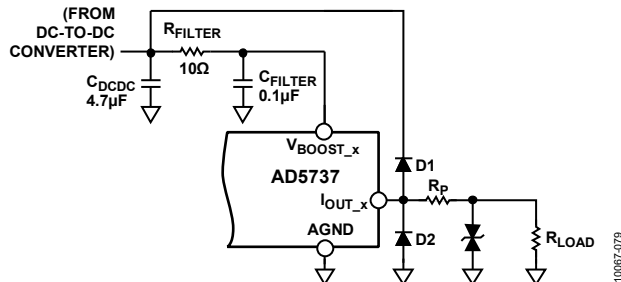

図 62. 出力過渡電圧保護機能
**AD5737** はESD保護ダイオードを内蔵しているため、通常の取り扱いによる損傷を防止しますが、工業用制御環境では、I/O回路が大きな過渡電圧に遭遇することがあります。高い過渡電圧から **AD5737** を保護するため、外付けパワー・ダイオードとサージ電流制限抵抗( $R_P$ )が必要となります(図 62 参照)。 $R_P$ のtyp値は  $10\Omega$ です。2本の保護ダイオードと抵抗( $R_P$ )は適切な電力定格を持っている必要があります。